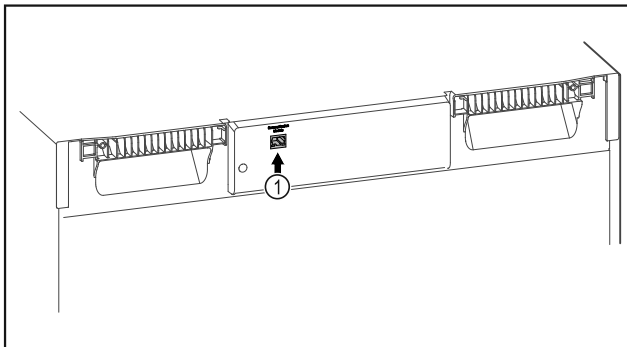

Fig. 79
- Το SmartModule Fig. 79 (1) χρησιμοποιείται.